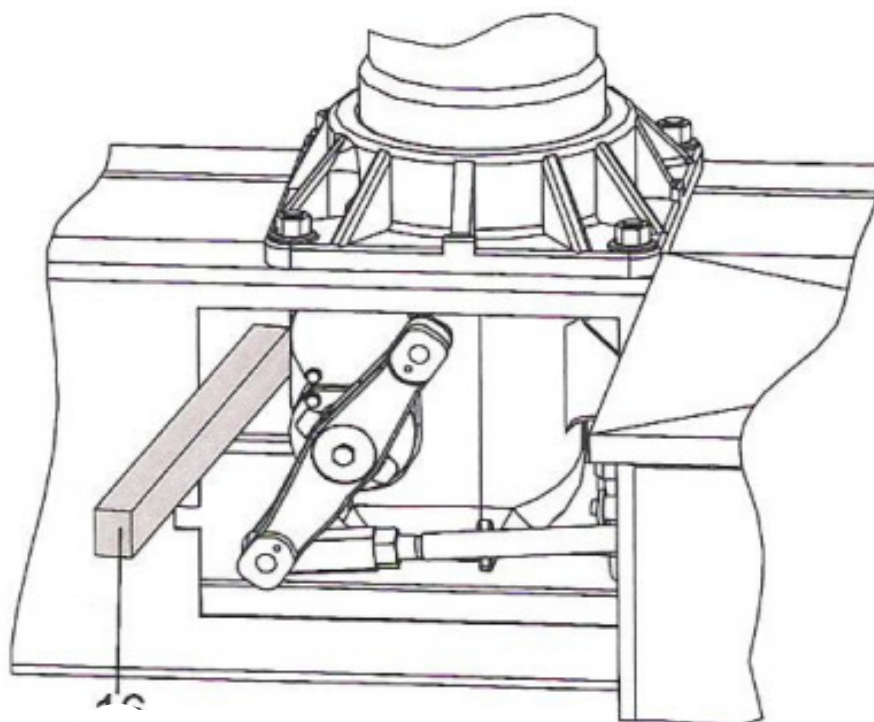

Fig. 4
Após a montagem dos polos no chassi, a haste conectada ao comando (5), que já vem regulada de fábrica, deve ser conectada a parte inferior da alavanca central (6). Esse acoplamento necessita pequeno deslocamento do polo central para alinhar a furação e depois disso com uma alavanca (16) ver fig. 4, empurrar o polo B para trás e na direção do comando conforme fig. 4 e em seguida apertar os 4 parafusos de fixação do polo B com torque de 146 Nm.